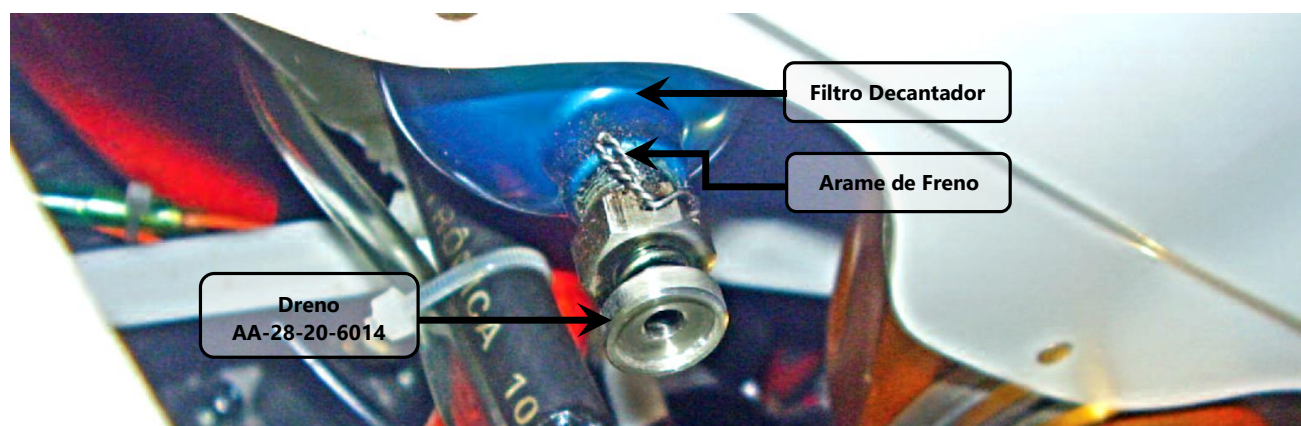

Figura 28.20.25 – Freno do filtro-decantador
4. Cortar o arame de freio do dreno, mostrado na figura 28.20.25, com um alicate de corte;